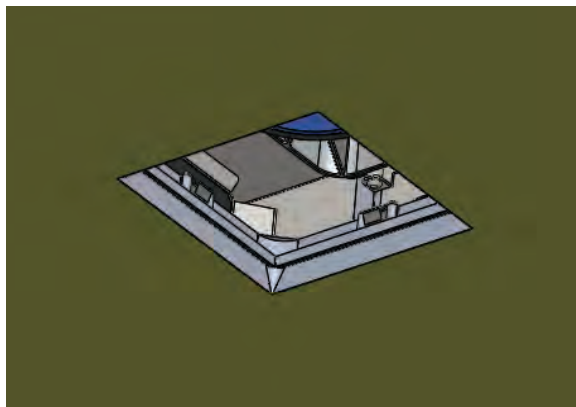

fig. 10
1. Aplique una capa fina hasta el borde de la abertura utilizando un compuesto para juntas. (Para versiones con anillo decorativo de yeso sin brida, cubra la brida pero no el retenedor). Para obtener mejores resultados, utilice un recubridor de juntas completo (consulte la fig. 10).